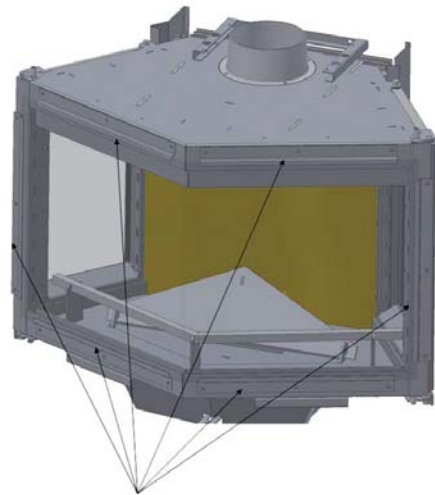

Abb. 9 Glasstreifen entfernen
- Entfernen Sie die Glasstreifen (siehe Abb. 9).